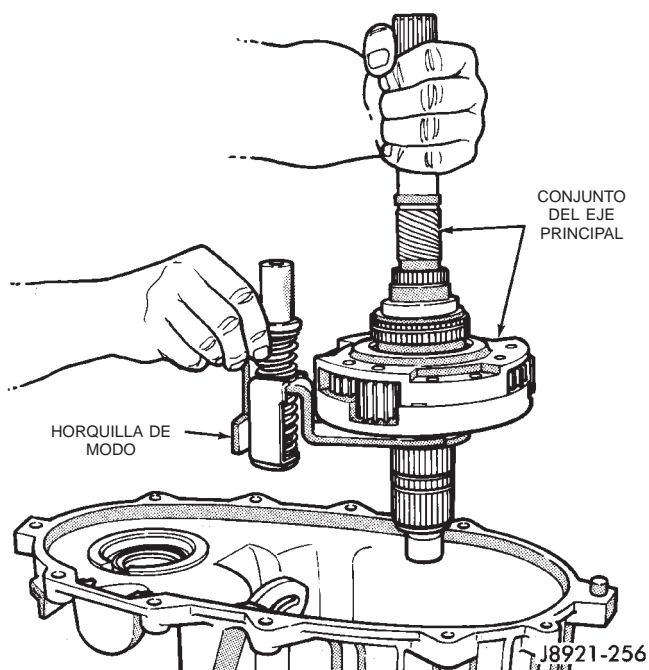

Fig. 28 Desmontaje de horquilla de modo y eje principal
(5) Retire la horquilla de modo y el eje principal como conjunto (Fig. 28).